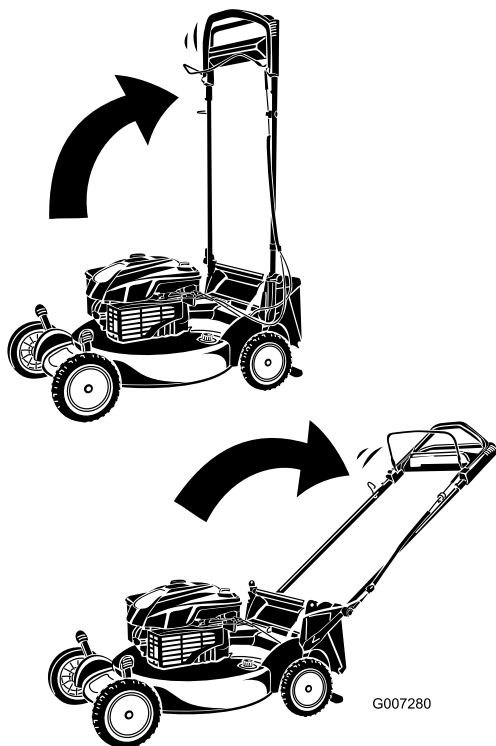

Figure 4
3. Tournez le guidon en arrière (Figure 4).